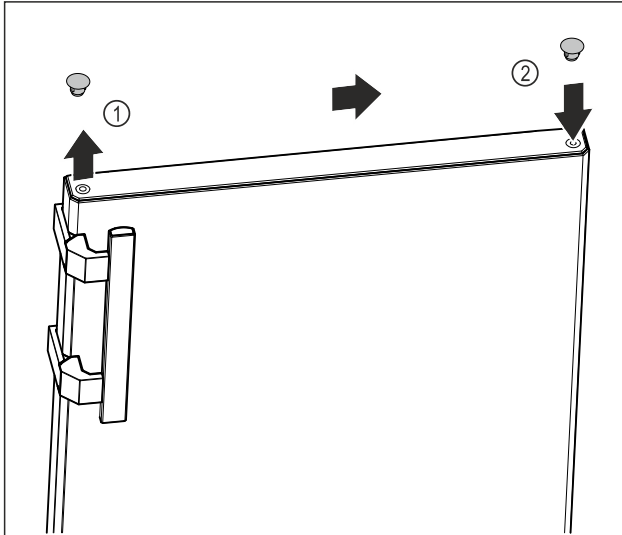

Fig. 9
- ▶ Обережно підніміть заглишки у верхній частині дверцят Fig. 9 (1) за допомогою шліцевої викрутки.
- ▶ Вставте заглишки з протилежного боку. Fig. 9 (2)